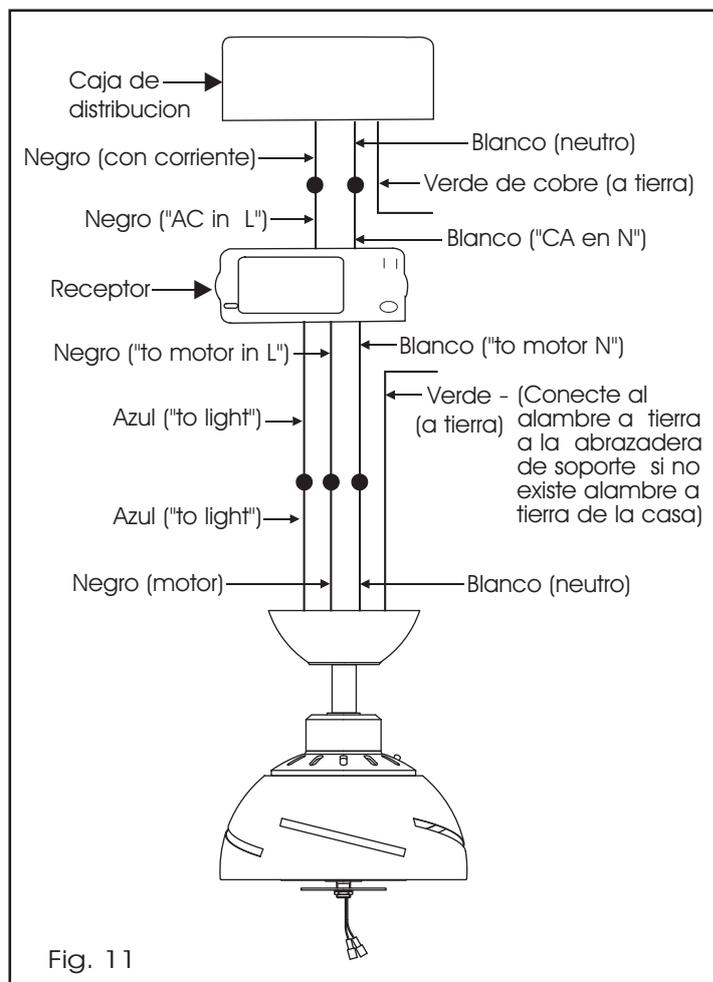

Fig. 11
**Paso 2.** (Fig. 11) Conexiones del Motor al Receptor: Conecte el alambre Negro del ventilador al alambre Negro marcado To Motor L del receptor. Conecte el alambre Blanco del ventilador al alambre Blanco marcado To Motor N del receptor. Conecte el alambre Azul del ventilador al alambre Azul marcado "For light" del receptor. Asegure las conexiones con los conectores de plástico proveidos.
**Paso 3.** (Fig. 11) Conexiones del receptor a los alambres de alimentación: Conecte el alambre Negro (corriente) de la caja de distribución al alambre Negro marcado AC in L del receptor. Conecte el alambre Blanco (Neutral) de la caja de salida al alambre blanco marcado AC in N del receptor. Asegure las conexiones con los conectores de plástico proveidos.
**Paso 4.** (Fig. 11) Si la Caja de salida tiene un alambre a tierra (verde o cobre) conéctelo a los alambres verdes de tierra de las abrazaderas de montar y colgar; y si no, conecte los alambres verde de tierra de las abrazaderas de montar y colgar solos. Asegure las conexión con un conectar los alambres, separelos para que los alambres verdes y blancos queden a un lado y los alambres negros y blancos del otro lado.